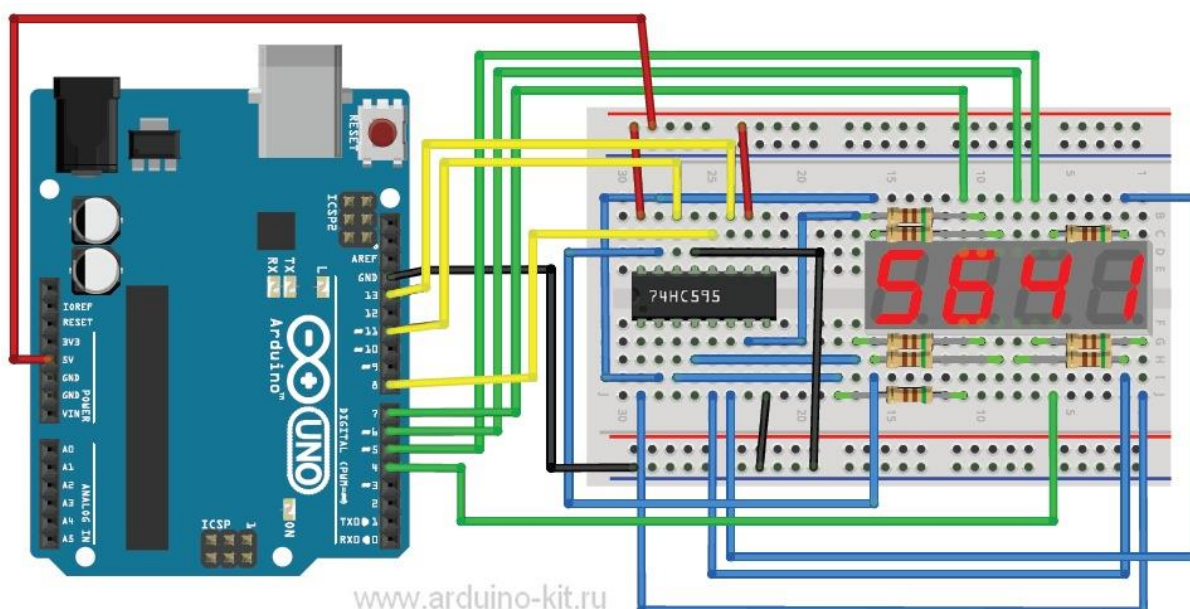

Рис. 8.2. Схема подключения 4-разрядного семисегментного индикатора с использованием сдвиговых регистров 74НС595
В следующем эксперименте со светодиодной матрицей мы рассмотрим каскадное подключение микросхем 74НС595, в данном эксперименте мы используем только одну микросхему – восемь выводов микросхемы 74НС595 подключены к восьми сегментам матрицы, четыре вывода матрицы для выбора разряда подключены к четырем выводам платы Arduino. Схема подключения представлена на рис. 8.2.
1. Подключаем семисегментный индикатор по схеме на рис. 8.2.